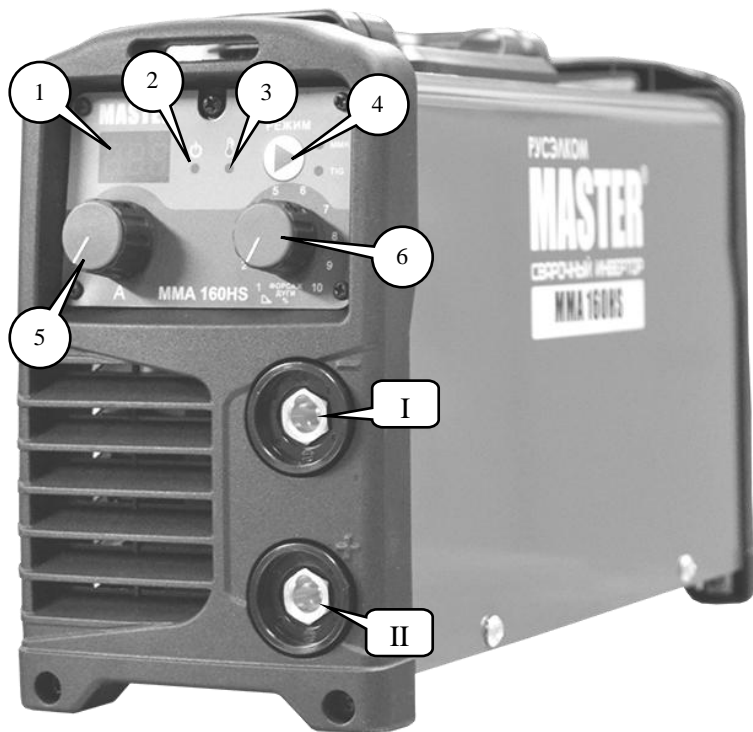

Рис. 1. Расположение органов управления и индикации.
- Подключить силовой разъем держателя электродов к разъему I (Рис. 1) сварочного аппарата.
- Подключить силовой разъем держателя электродов к разъему II (Рис. 1) сварочного аппарата.
- Подключить силовой разъем горелки к разъему I (Рис. 1) сварочного аппарата.
Форсаж дуги в режиме MMA – быстрое кратковременное увеличение сварочного тока в момент отрыва капли металла от электрода, что ускоряет отрыв капли и позволяет избежать переключения дугового промежутка и обрыва дуги. Степень повышения тока регулируется рукояткой 6 (Рис. 1) в диапазоне от 0 до 10% от установленного тока сварки.